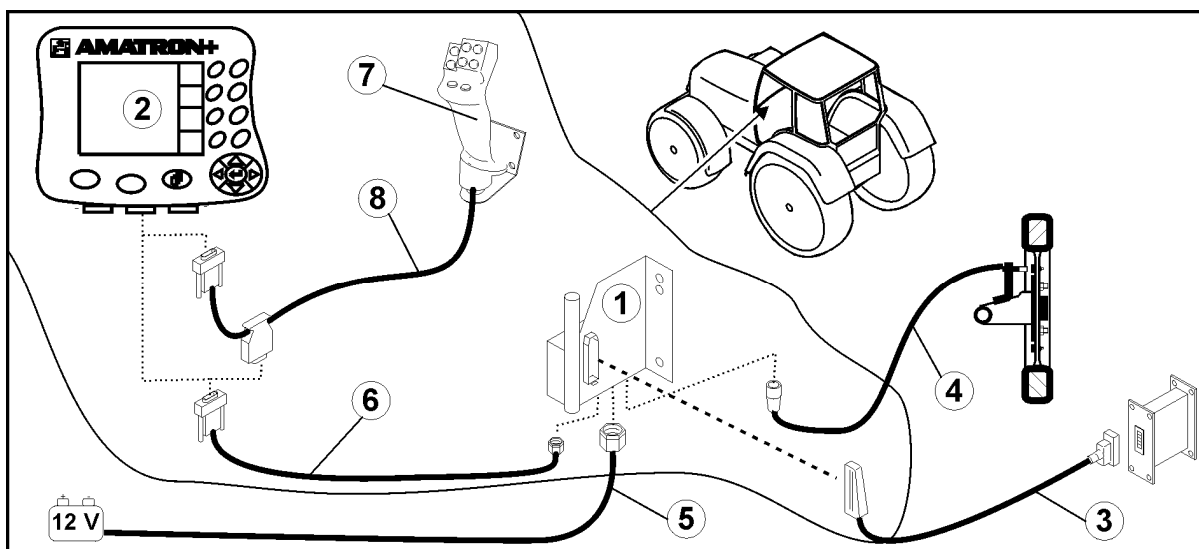
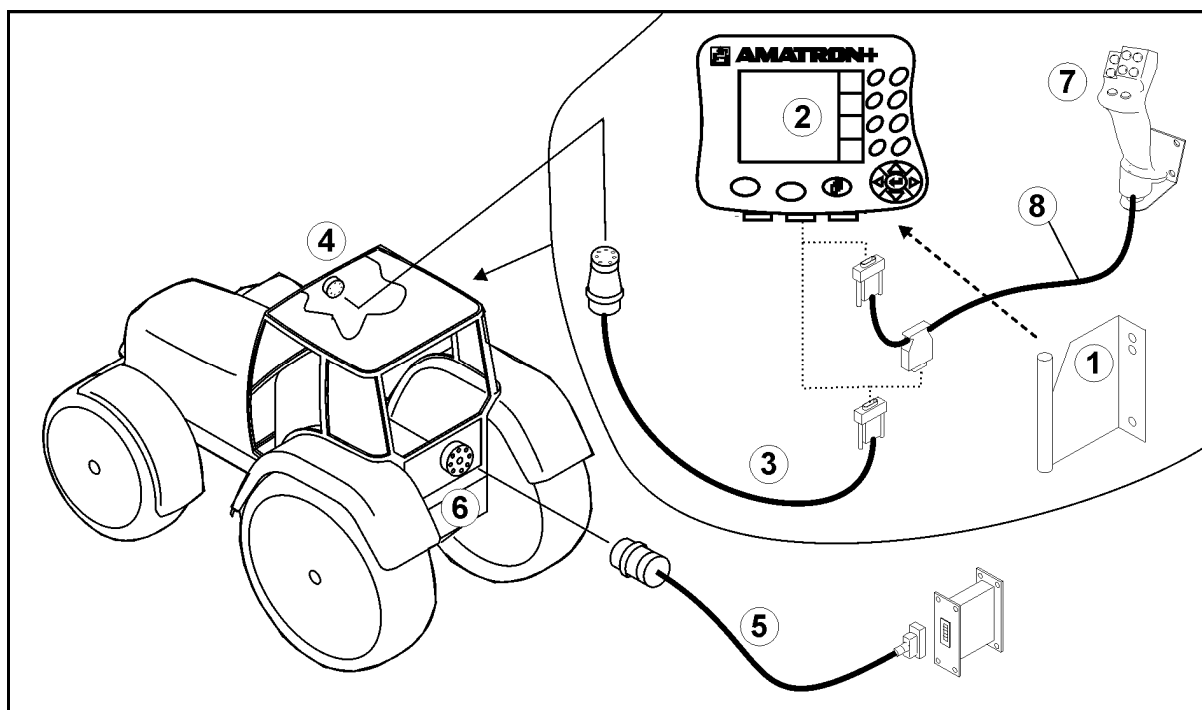

Fig. 2
Fig. 3
Exempel (Fig. 3/6)
Joysticken (Fig. 2/7) ansluts med en Y-kabel (Fig. 2/8).
- Traktorns grundutrustning (Fig. 2/1, vid standardanslutning) respektive konsolen (Fig. 3/1, för ISO-Bus) ska monteras till höger om föraren i traktorhytten, inom syn- och räckhåll, vibrationsfritt och elektriskt ledande.
- Batterikabel (Fig. 2/5).
- Signalkabel för traktorsignaluttaget eller trippmätarsensor (Fig. 2/4).
- Anslutningskabel till **AMATRON⁺** (Fig. 2/6).
- Anslut **AMATRON⁺** (Fig. 2/2) till traktorns grundutrustning.
- Anslut stickkontakten på anslutningskabeln (Fig. 2/6) till det 9-poliga D-sub-uttaget i mitten (Fig. 1/1).
- Anslut maskinen med maskinstickkontakten (Fig. 2/3) till **AMATRON⁺**.
- Anslut **AMATRON⁺** (Fig. 3/2) till konsolen (Fig. 3/1).
- Anslut **AMATRON⁺** via det mellersta 9-poliga D-sub-uttaget (Fig. 1/1) med anslutningskabel (Fig. 3/3) till ISOBUS-terminalens uttag (Fig. 3/4).
- Anslut maskinens anslutningskabel (Fig. 3/5) till ISOBUS-enhetens uttag (Fig. 3/6).